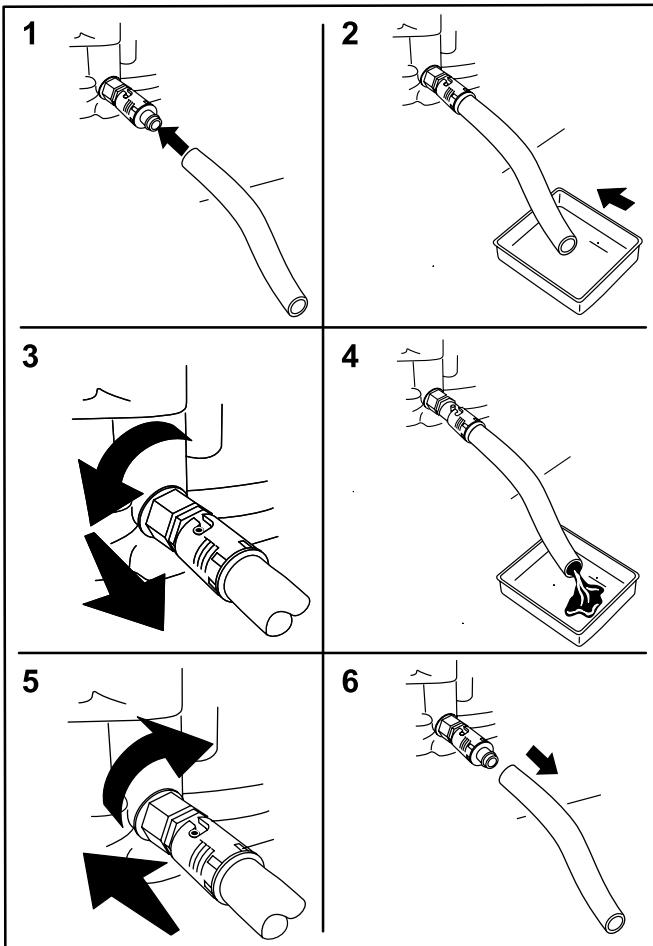

図 28
4. エンジンのドレンバルブに、排出用のホースを接続する図 28。
5. ホースの出口側を、廃油受け容器に入れる図 28。
6. ドレンバルブを左に 1/4 回転させてオイルを排出する図 28。
7. オイルが完全に抜けたら、ドレンバルブを右に1/4回転させて閉じる図28。